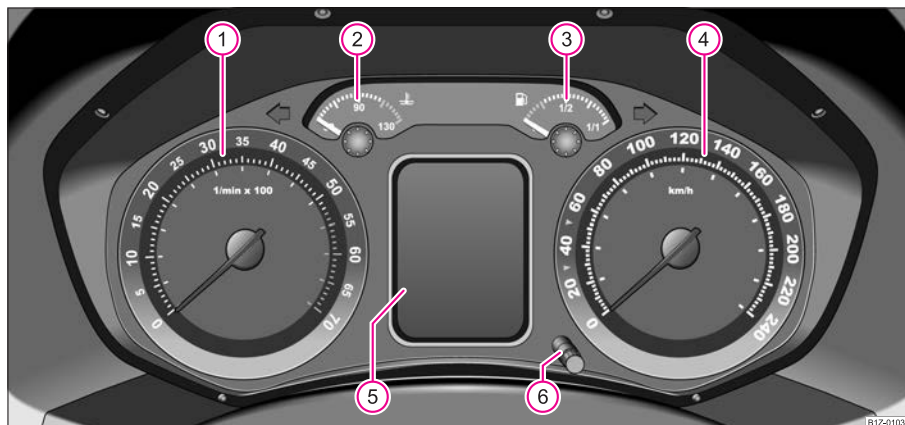

Fig. 2 Tabloul de instrumente
Începutul zonei roșii a tuometrului ① ⇒ fig. 2 reprezintă pentru toate treptele de viteză turația maximă admisă a motorului în regim normal de funcționare. Înainte de atingerea acestei zone trebuie să selectați treapta de viteză imediat superioară sau poziția **D** a cutiei de viteze automate.
Indicatorul temperaturii lichidului de răcire ② ⇒ pagina 10, fig. 2 funcționează numai când contactul motor este pus.
Indicatorul rezervei de carburant ③ ⇒ pagina 10, fig. 2 funcționează numai când contactul motor este pus.
Prin apăsarea scurtă pe butonul de resetare ⑥ ⇒ pagina 10, fig. 2 puteți comuta între contorul km. parcursi zilnic și contorul km. parcursi în total. Pentru a recunoaște care din cele două contoare este afișat pe display, după contorul zilnic apare **trip** ⇒ fig. 3.
- Puneți contactul și apăsați tasta de resetare ⇒ **pagina 10, fig. 2** mai mult de 2 secunde.
Indicatorul intervalelor de service se poate reseta și de la butonul de resetare ⇒ **pagina 10, fig. 2** astfel:
Pentru reglarea orei se găsește în partea stângă, lângă vitezometru, un buton de reglare (6) ⇒ pagina 10, fig. 2.